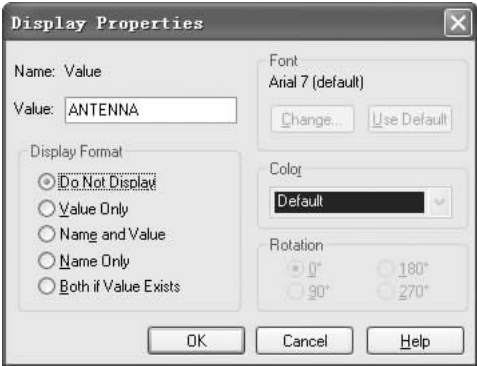

图 6-156 设置元件值
2) 设置元件值显示。双击天线元件 E1 的元件值 ANTENNA，弹出“Display Properties (显示属性)”对话框，选择“Do Not Display (不显示)”选项，如图 6-156 所示。单击  按钮，退出对话框，在图样上不显示该元件值。